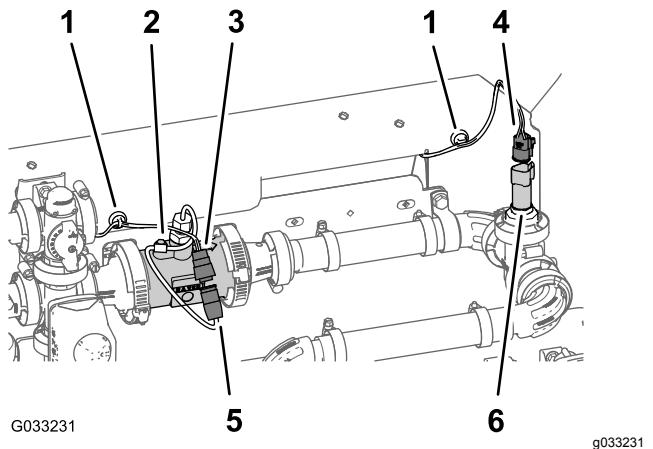

Figura 101
1. Disponete i connettori della diramazione del cablaggio preassemblato da 203 cm contrassegnati con **Flussometro** e con **Trasduttore di pressione** nella parte posteriore del supporto del collettore (Figura 101).
2. Collegate il connettore a 3 prese della diramazione del cablaggio preassemblato da 203 cm per il flussometro (non contrassegnato) nel connettore a 3 pin del cablaggio del flussometro (Figura 101).
3. Collegate il connettore a 3 prese della diramazione del cablaggio preassemblato da 203 cm per il **Trasduttore di pressione** contrassegnato nel connettore a 3 pin del trasduttore di pressione (Figura 101).
4. Applicate gli ancoraggi magnetici del cablaggio per il flussometro e il trasduttore di pressione sulla superficie del supporto del collettore (Figura 101).